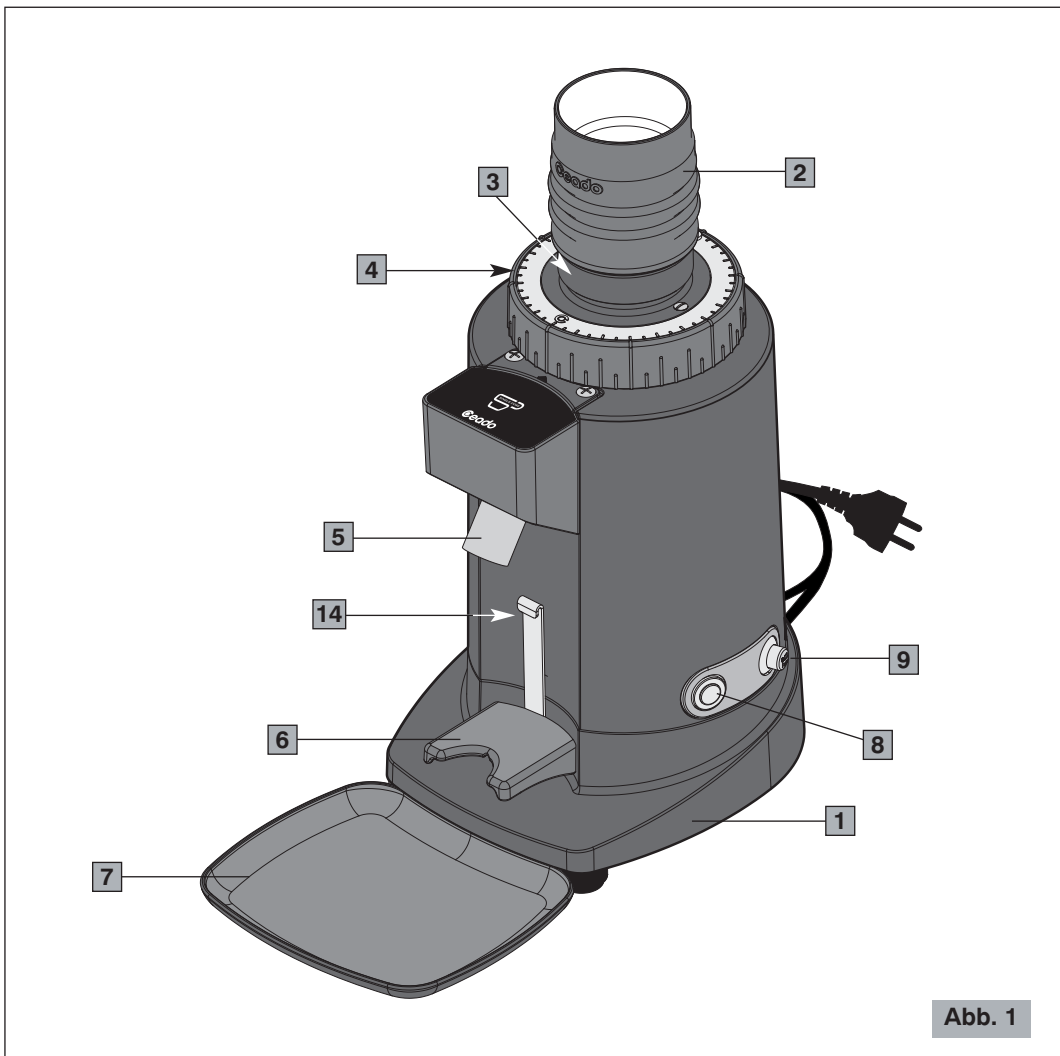
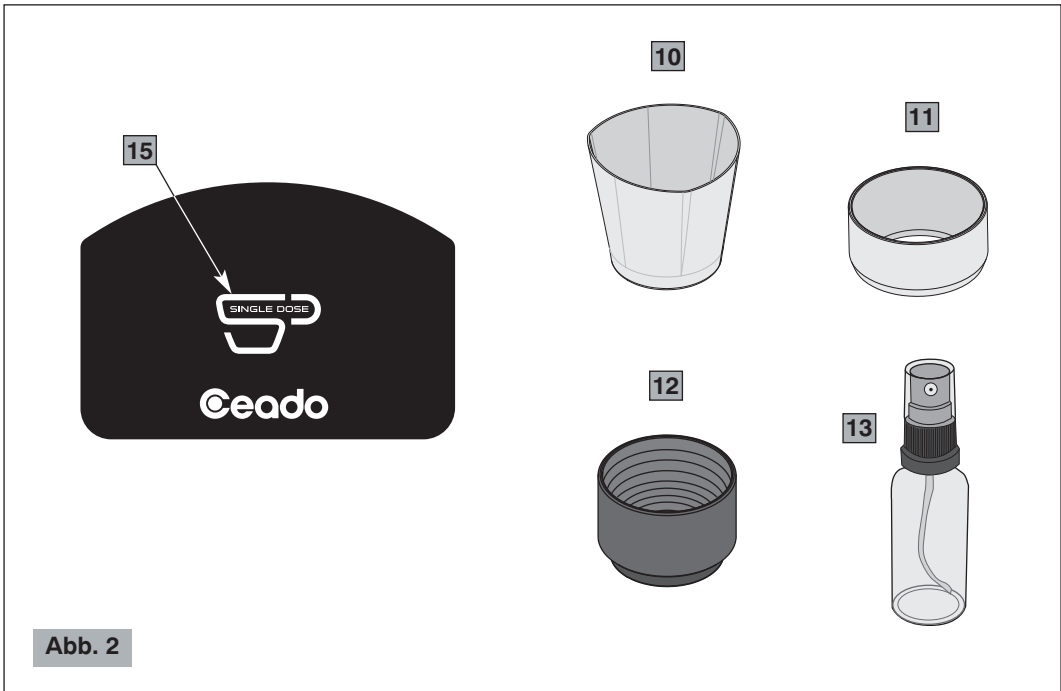

Abb. 1
Abb. 2
Hauptkomponenten (Abb. 1, Abb. 2)
Bevor der Stecker in die Steckdose gesteckt wird muss man sich vergewissern, dass sich der ON-OFF-Schalter (9 Abb. 1) auf "O" (ausgeschaltet) befindet.
- 1** Den ON-OFF-Schalter auf „I“ einstellen (9 Abb. 1).
- 2** Bereiten Sie die gewünschte Menge Kaffeebohnen vor, die im entsprechenden Mischer (12 Abb. 2), gemahlen werden soll.
- 3** Den Filterhalter auf der Auflagegabel (6 Abb. 1) positionieren (mit oder ohne mitgelieferten Trichter 11 Abb. 2). Wenn der Kaffee in den mitgelieferten Behälter (10 Abb. 2) gefüllt werden sollte, setzen Sie ihn auf die Auflagegabel, und unter der Halterung (14 Abb. 1) blockieren.
- 4** Den Motor mit der Start-/Stopp Taste (8 Abb. 1) starten. Das Leucht-Logo (15 Abb. 2) schaltet sich ein.
- 5** Zum Verringern der statischen Elektrizität (insbesondere bei einigen Kaffeesorten) 2-3 Wasserspritzer mit dem mitgelieferten Sprühfläschchen (13 Abb. 2) auf die zum Mahlen bereiten Kaffeebohnen spritzen.
- 6** Die gewünschte Kaffeebohnenmenge in die Öffnung des Faltenbalgs (2 Abb. 1) füllen.
Wenn das Leucht-Logo (15 Abb. 2) zu blinken beginnt und man stellt fest, dass die verbleibende Zeit nicht ausreicht, um alle Kaffeebohnen zu mahlen, muss die Start-/Stopp-Taste (8 Abb. 1) neuerlich gedrückt werden.
- 7** Nachdem alle Kaffeebohnen gemahlen wurden, mit der Handfläche leicht auf den Faltenbalg (2 Abb. 1) schlagen; darauf achten, dass die Öffnung vollständig bedeckt ist, damit der gemahlene Kaffee herunterfallen kann.
Funktionen der Start-/Stopp-Taste und der Mahlzeit (8 Abb. 1)